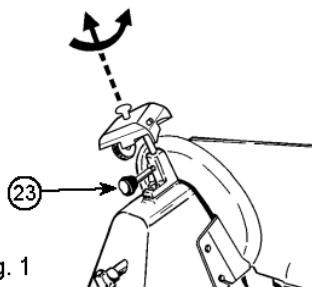
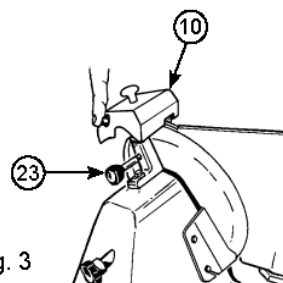

Fig. 1
Fig. 3
- Vérifiez que la cloison mobile est fermée (bouton gradué (6) en position "0").
- Desserrez le bouton de verrouillage (13) du module aiguiseur (9).
- Soulever le module aiguiseur (9), en le tournant de 180 ° de sorte que les deux roues soient en position de travail. Voir Fig. 1.
- Abaissez le module aiguiseur (9) jusqu'à ce qu'il s'enclenche.
- Fixez le groupe en tournant le bouton de verrouillage (13). Voir Fig.
- Appuyez sur le bouton (5) et laissez la lame tourner pendant environ 1 minute. Lorsque la lame est immobile, vérifiez si une bavure s'est formée sur le bord.
- Après avoir vérifié la présence de bavures, mettez l'interrupteur (5) en marche et appuyez doucement sur le bouton pendant environ 3 secondes pour retirer la bavure produite pendant l'affûtage. Remettez le bouton gradué (6) en position "0".
- Après affûtage, remontez le module aiguiseur (9) dans sa position d'origine, voir Fig. 3 et nettoyez le bord de la lame et les roues avec de l'alcool.